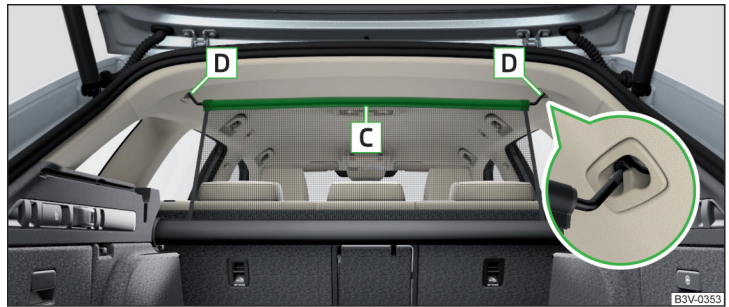

Abb. 163 Korrekt gesicherte Netztrennwand hinter den Rücksitzen im herausgezogenen Zustand
- › Die Netztrennwand an der Querstange **C** herausziehen, in eine der Aufnahmen **D** einsetzen und nach vorn drücken » **Abb. 163**.
- › Die Querstange erst auf der einen, dann auf der anderen Seite etwas nach hinten ziehen und aus den Aufnahmen **D** nehmen » Abb. 163.